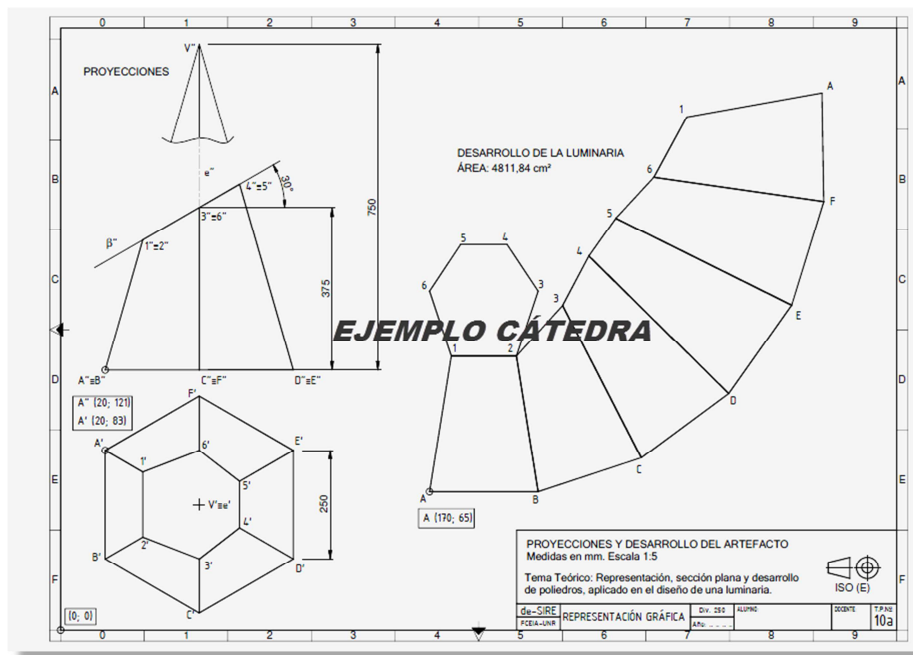

Figura 3. Ejemplo presentación Lámina 10-a.
- b) El plano secante es proyectante al plano vertical (ZX) y puede materializarse con cualquier figura que contenga al punto medio del eje y forme 30° con el plano horizontal (XY), con pendiente ascendente hacia el Este.
- a) Generar las vistas automáticas para proyección horizontal y vertical (*Menú Dibujo / Modelado / Configurar / Vistas y / Dibujo o bien con órdenes Solview y Soldraw*). El vértice A es la referencia para diagramar la hoja: A" (20; 121) y A' (20; 83). Ver Figura 3.
- d) Adaptar el rótulo como muestra la Figura 3.